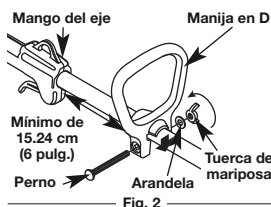

Fig. 2
- Empuje la manija D hacia abajo sobre el bastidor del eje (Fig. 2). El agujero del perno hexagonal en la manija debe quedar en el lado izquierdo.